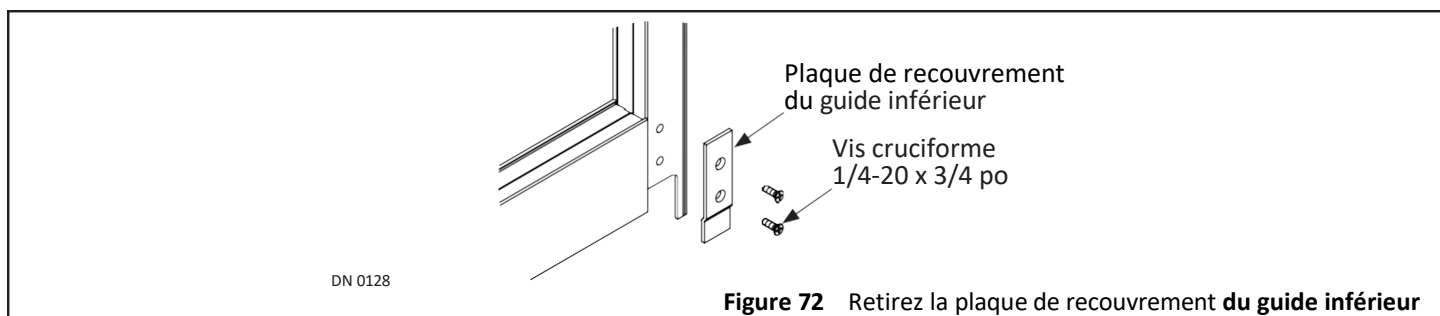

**Figure 72** Retirez la plaque de recouvrement du guide inférieur
**REMARQUE :** Reportez-vous à la **Figure 72**.